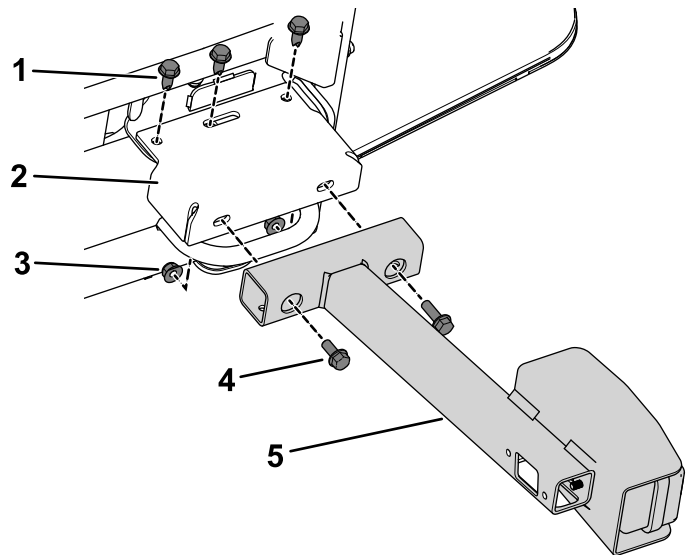

Figura 5
- B. Utilice los pernos que retiró anteriormente para sujetar los soportes de extensión de las luces traseras al larguero del bastidor (Figura 5).
las luces traseras a los soportes de extensión (Figura 5).